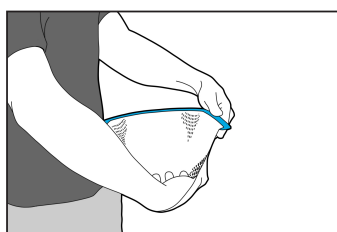

図1
2. UフレームまたはSフレームを事前伸張するには、マスクを片手で自分の腰に当てて持ち、約15 cm (6インチ) 手で引き伸ばします (図 1)。